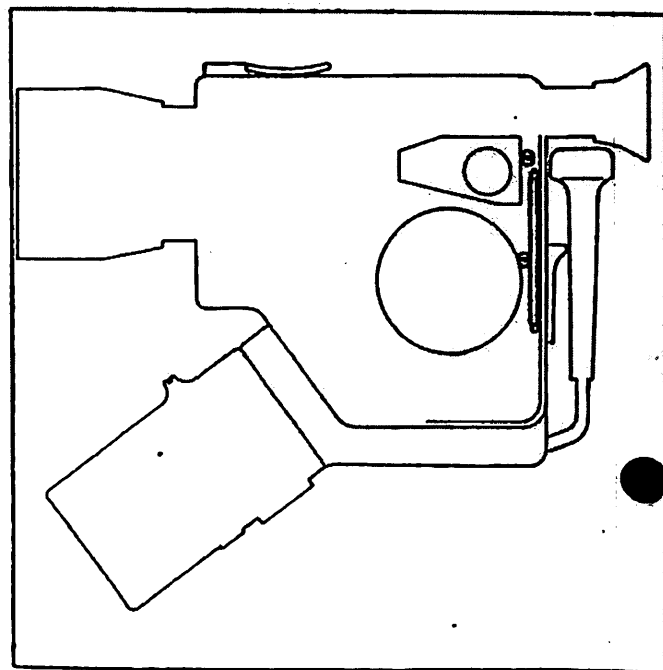

Abb.12
- Die mit Pfeilen gekennzeichneten Zylinderschrauben und die Feder entfernen (Abb. 12)